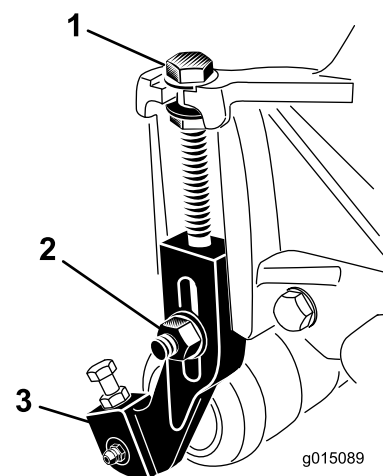

図 17
1. 刈り高ブラケットをカッティングユニットのサイドプレートに固定しているロックナットをゆるめる 図 17。